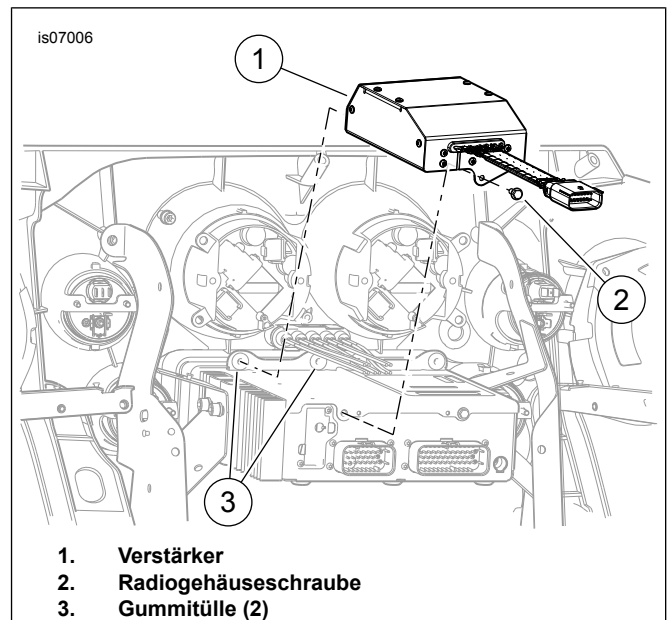

Abbildung 1. Einbau des vorderen Verstärkers
1. Siehe Abbildung 1. Die Schraube (2) an der Rückseite des Radios entfernen.
2. Den Verstärker (1) so auf das AM/FM-Radiogehäuse setzen, dass die Metallkegel an einem Ende des Moduls fest in die Gummitüllen (3) links außen (Bremshebelseite) an der Radiovorderseite passen.
3. Der Verstärker mit der Radiogehäuseschraube (2) am Radio befestigen. Auf ein Drehmoment von 4–5,1 N·m (35–45 **in-lbs**) anziehen.